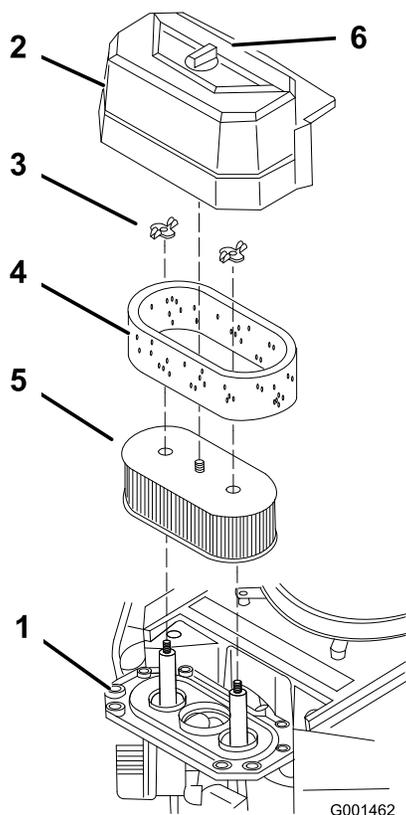

Figura 41
3. Limpie alrededor del limpiador de aire de forma que la suciedad no penetre en el motor y cause daños (Figura 41).
4. Desenrosque el pomo de la cubierta y retire la cubierta del limpiador de aire (Figura 41).
5. Desenrosque las tuercas de orejeta y retire el conjunto del limpiador de aire (Figura 41).
6. Retire cuidadosamente el filtro de gomaespuma del filtro de papel (Figura 41).
1. No limpie el filtro de papel, cámbielo (Figura 41).
1. Deslice cuidadosamente el filtro de gomaespuma sobre el filtro de papel (Figura 41).
2. Coloque el conjunto del limpiador de aire sobre su base o manguera y sujételo con la abrazadera (Figura 41).
3. Coloque en su posición la cubierta del limpiador de aire y apriete el pomo de la cubierta (Figura 41).